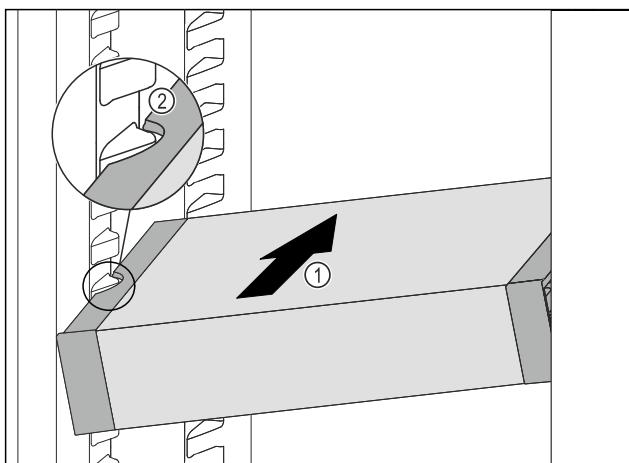

Fig. 133
- Встановити висувний ящик VarioSafe під кутом в охолоджувальне відділення Fig. 133 (1), доки бокові поглиблення Fig. 133 (2) VarioSafe не будуть розташовуватися на рівні ребра для ємності в охолоджувальному відділенні.